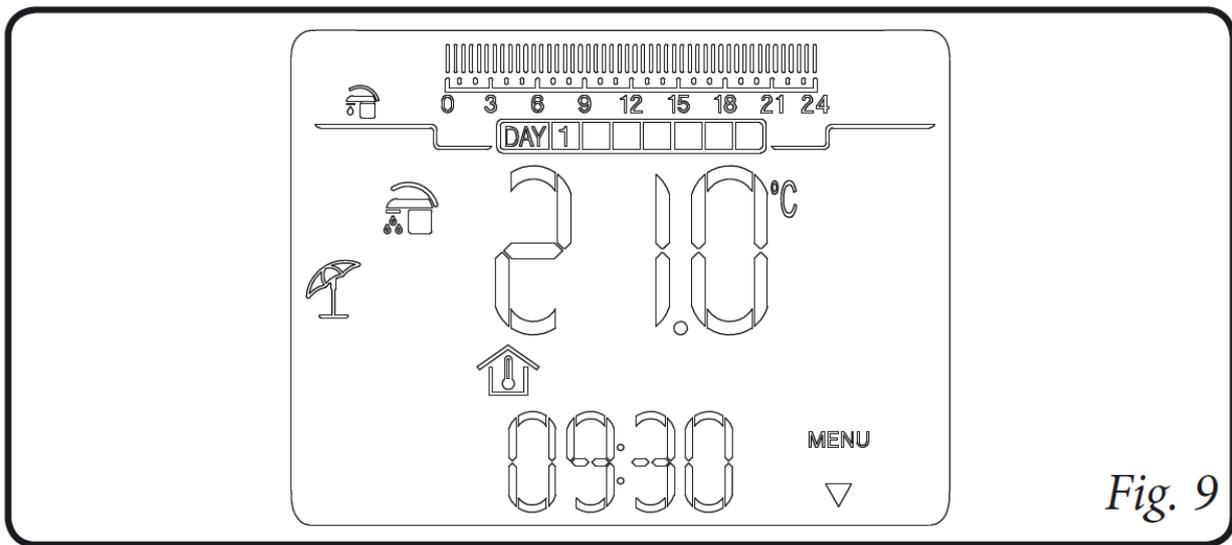

Fig. 9
- **Летний режим (☀️).** В этом режиме котел может приготавливать горячую воду, но функция отопления отключена. При этом на дисплее будут отображаться время и день недели, температура воздуха в помещении и часовая линейка с программой ГВС и соответствующими символами (рис. 9).